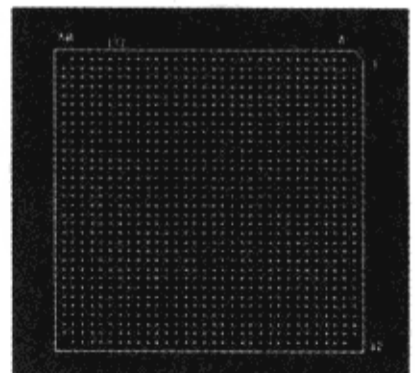

图 2-5-11 旋转元器件
(11) 单击 U7，U7 会自动逆时针旋转 270°→单击鼠标右键→选择“Done”，旋转后的图如图 2-5-11 所示。